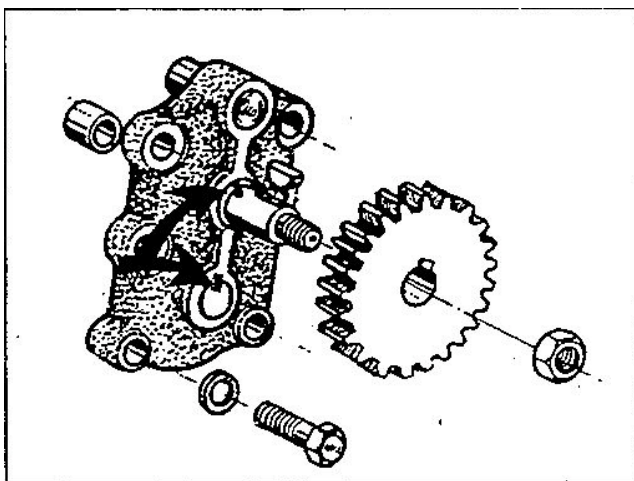

Fig. D25 – Bomba de aceite
1. Antes de desarmar la bomba, marque los ejes según se indica en la figura D25. Obs.: Marque con pintura.